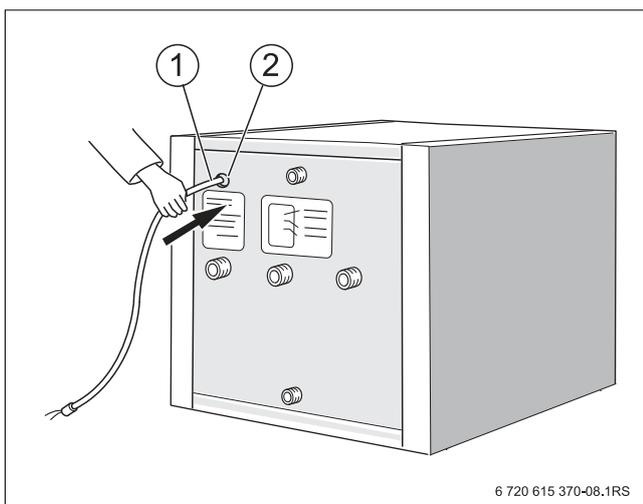

Рис. 9 Установка датчика температуры горячей воды
- ▶ Введите датчик (→ рис. 9, [1]) с задней стороны бака в отверстие кабельного канала [2].